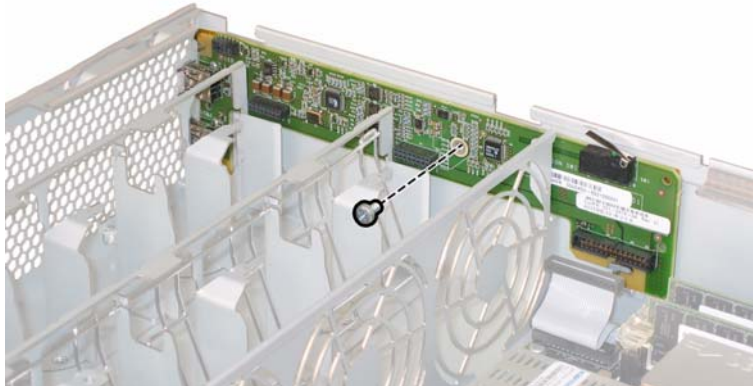

图 4-28 从机箱上旋下前面 I/O 板螺丝
11. 旋下将前面 I/O 板固定到机箱的螺丝。请参见图 4-28。